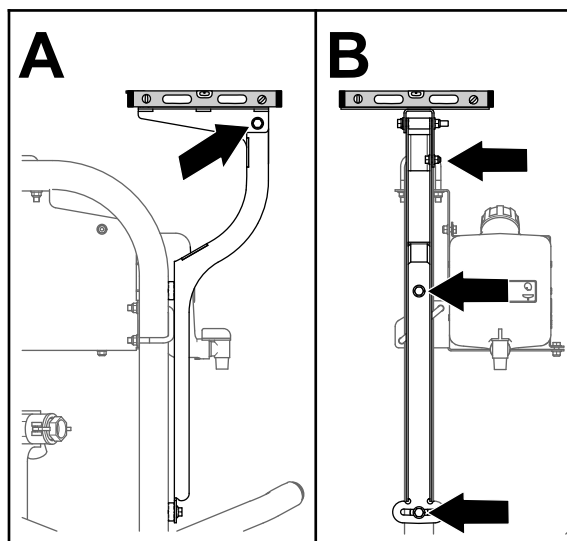

図 154
- 受信機プレートを左右水平にする 図 154。
- 受信機プレートを前後水平にする 図 154。